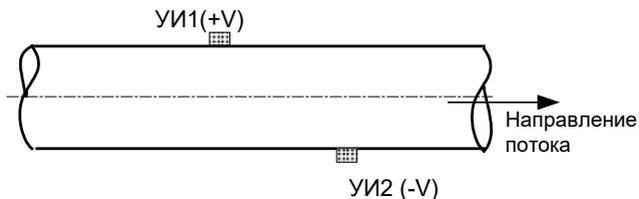
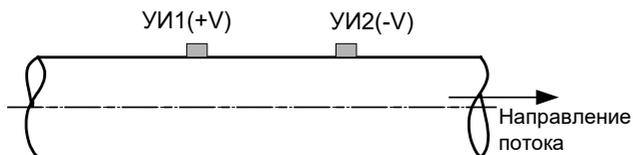

рис.2
Рис.3
8.1.2. Выбрать вариант установки датчиков: Z (двухсторонний) (рис.2) или V (односторонний) (рис.3).